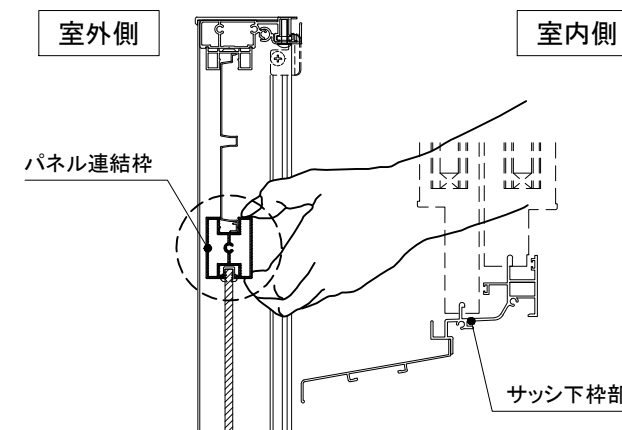

図4. 製品本体の持ち上げ位置
- ◆窓の内側から、パネル連結枠の箇所を手を掛けて持ち上げられる位置に置いてください（図4）。